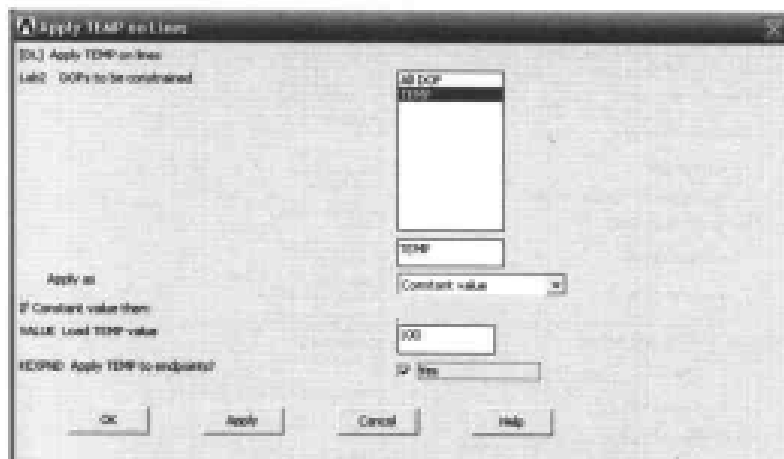

图 11-43 施加温度载荷对话框
(3) 选择 Main Menu | Solution | Define Loads | Apply | Thermal | Temperature | On Lines 命令，出现 Apply TEMP on Lines 菜单，在文本框中输入 5, 13, 21, 29，单击 OK 按钮，出现 Apply TEMP on Lines 对话框，在 Lab2 DOFs to be constrained 列表框中选择 TEMP 选项，在 VALUE Load TEMP value 文本框中输入 100，选择 KEXPND Apply TEMP to endpoints 选项，使其状态从 No 变为 Yes，如图 11-43 所示，单击 OK 按钮关闭该对话框。